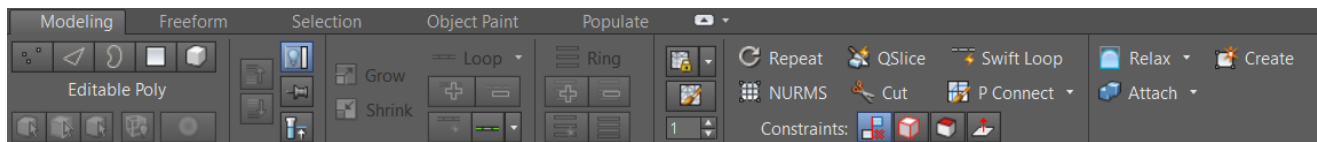

Рисунок 2 – Лента инструментов 3ds max
3. Лента инструментов (**Ribbon**) – гибкий в настройке набор инструментов под различные задачи выполняемые в 3ds max (рис. 2).